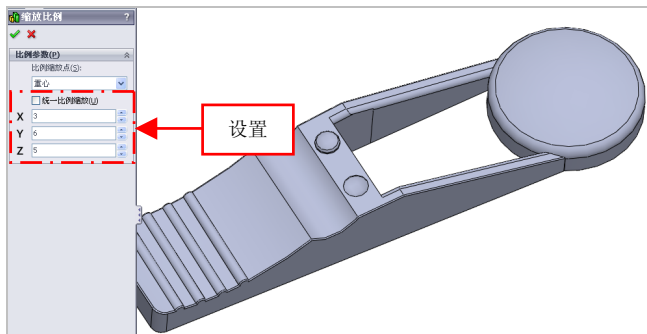

图 6-18 设置参数值
(3) 弹出【缩放比例】属性管理器，取消选中【统一比例缩放】复选框，设置 X 为 3、Y 为 6、Z 为 5，如图 6-18 所示。